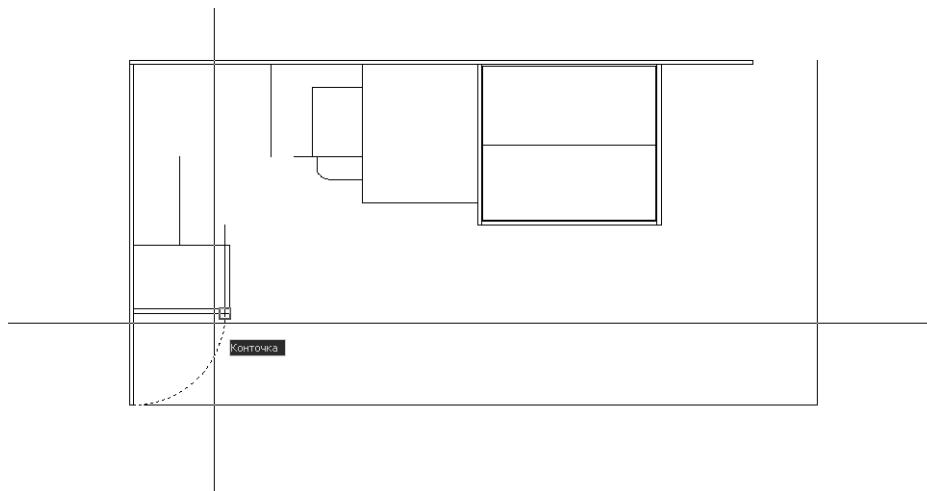

Рис. 4.50 ▶ Выбор конечной точки дуги в качестве базовой точки для копирования
1. Щелкните на кнопке **Копировать** (Copy) панели инструментов **Изменить** (Modify), выберите из меню команду **Изменить** ⇒ **Копирование свойств** (Modify ⇒ Copy) либо введите в командном окне команду **Копировать** (COPY) или просто **кп** (CP). AutoCAD в командном окне предложит выбрать объекты, подлежащие копированию. Выберите созданную на предыдущем этапе дугу и нажмите **Enter**.
2. В командной строке появится приглашение **Базовая точка или [Перемещение] <Перемещение>**: (Specify base point or [Displacement] <Displacement>:). Включите режим привязки **Конточка** (Endpoint) и выберите точку, показанную на рис. 4.50. (Если вы затрудняетесь правильно выбрать точку, увеличьте соответствующий фрагмент чертежа, щелкнув на кнопке **Окно зумирования** (Zoom Window) панели инструментов **Standard**.)